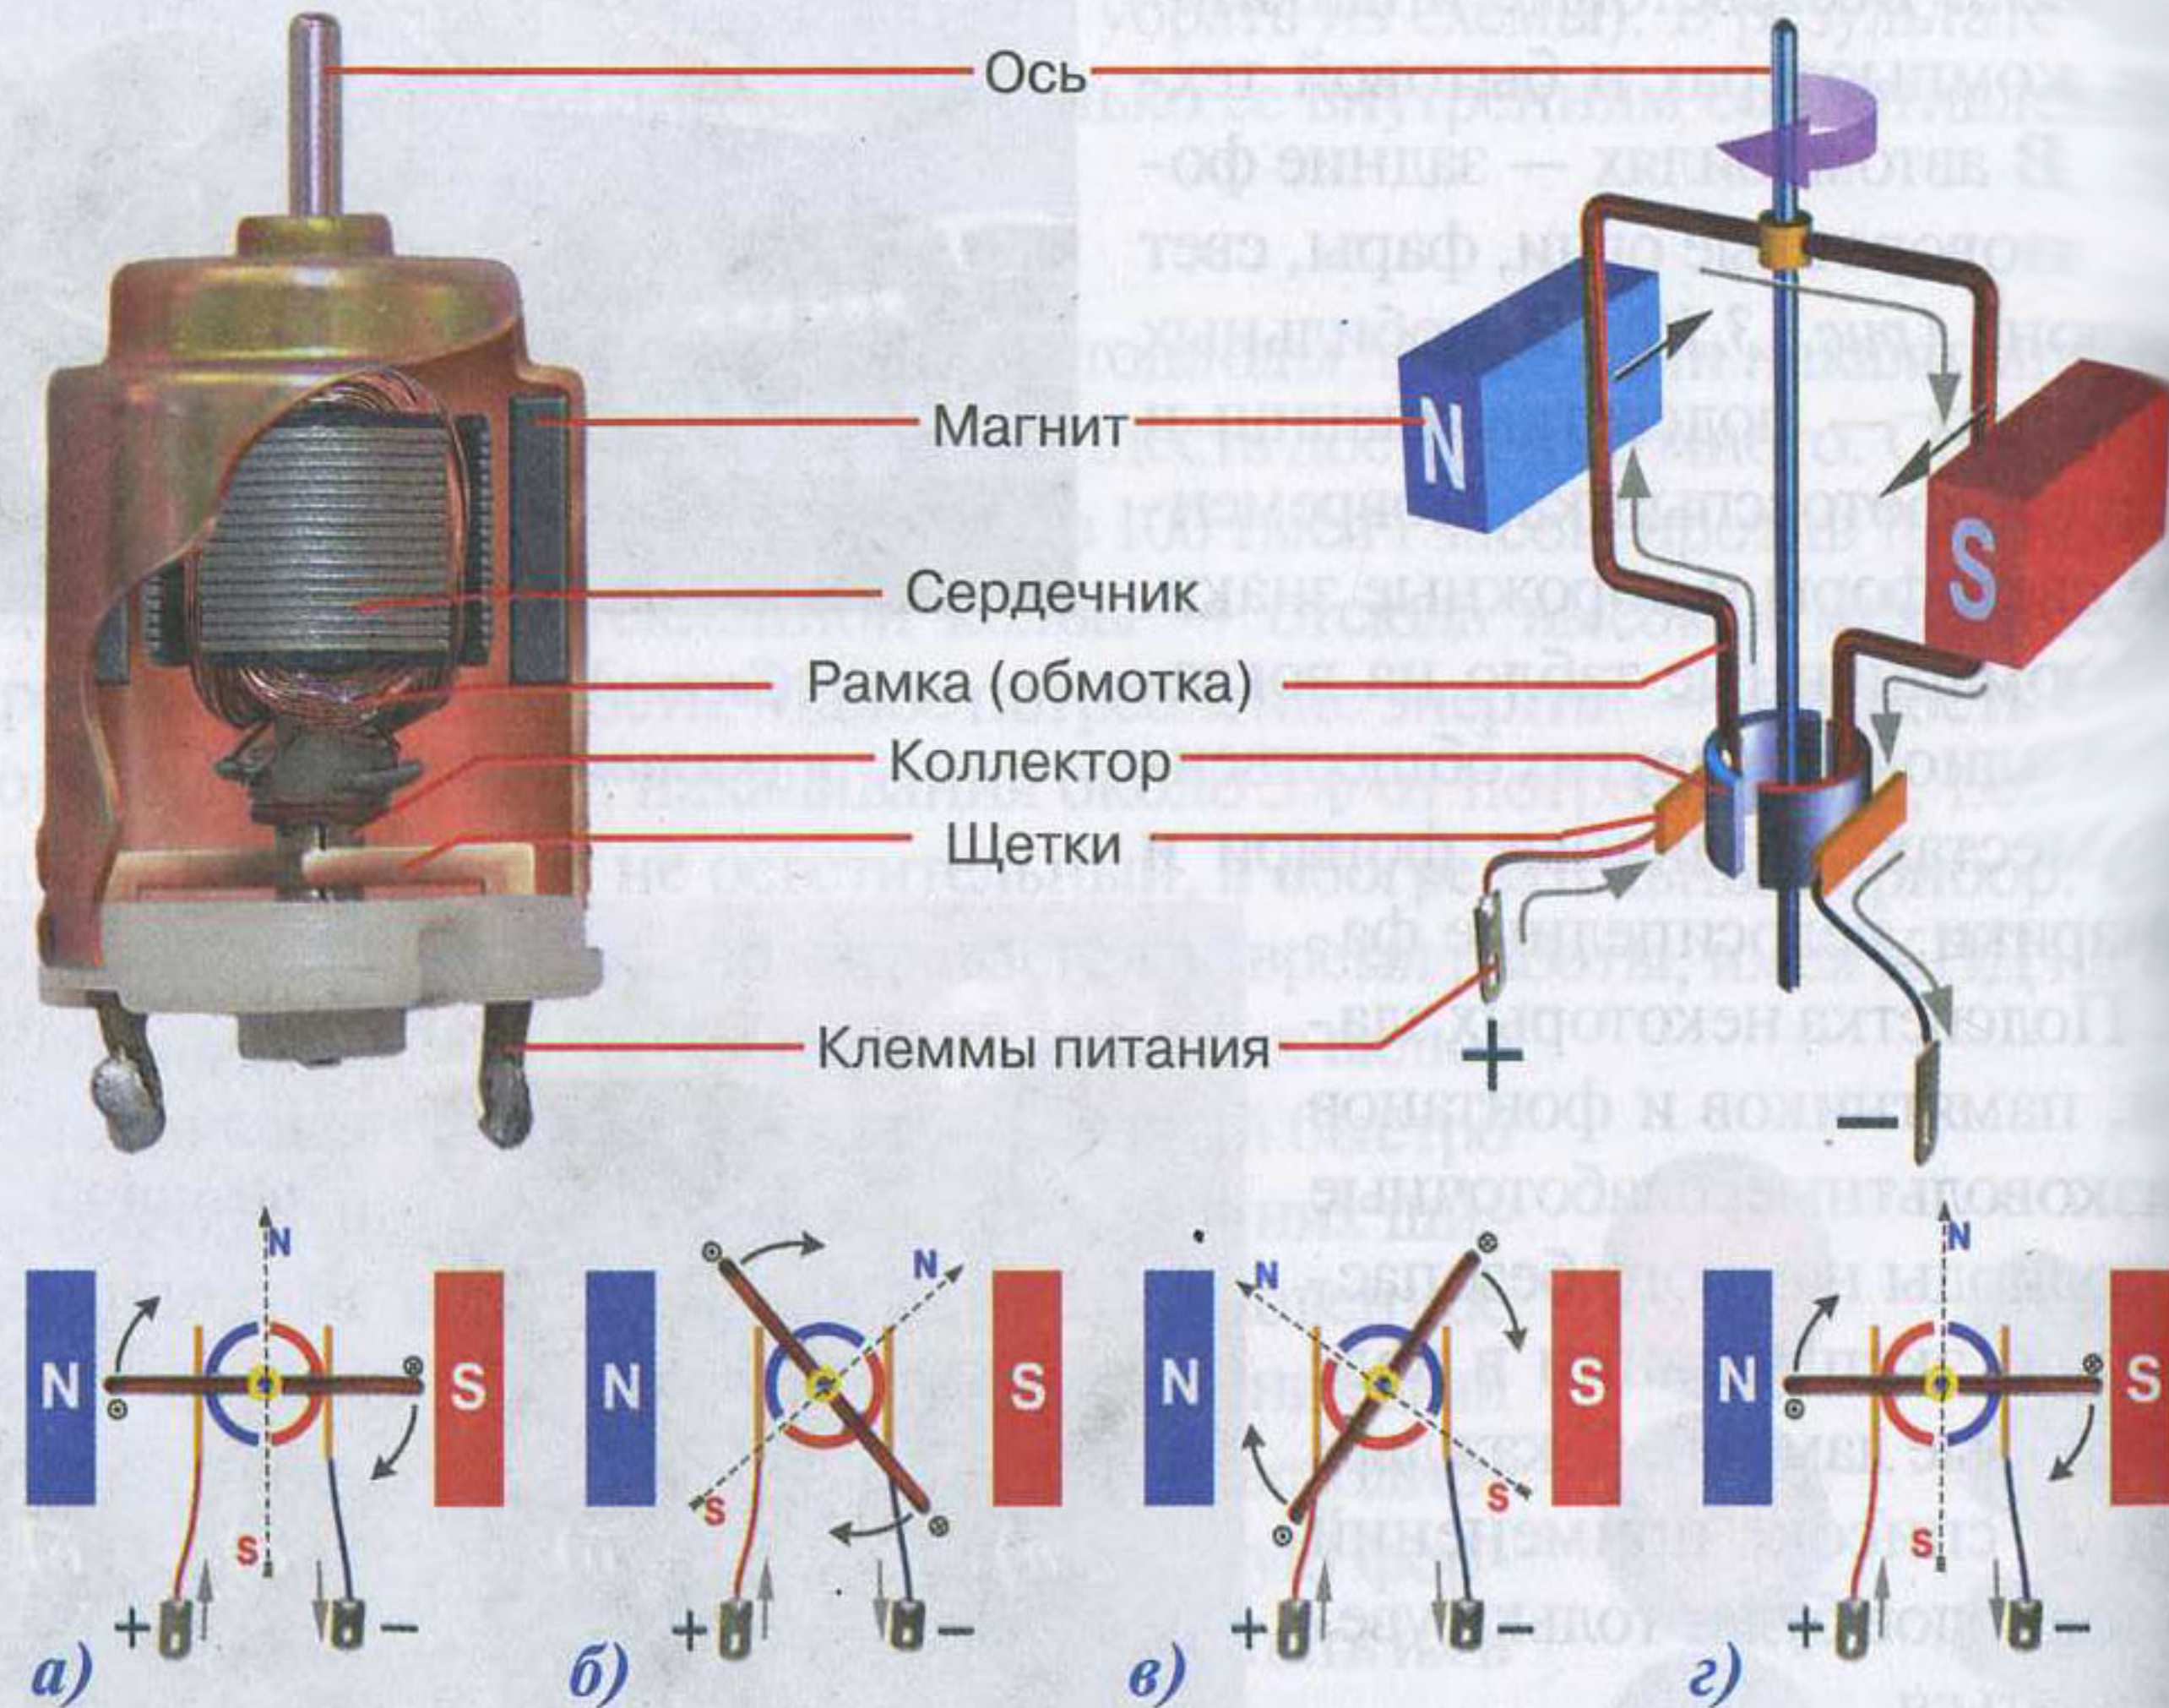

Рис. 4.2. Устройство и принцип действия электродвигателя
При протекании по рамке электрического тока она превращается в электромагнит — вокруг нее образуется направленное магнитное поле — с северным (N) и южным (S) полюсами, как и у постоянного магнита (рис. 4.2а). Одноименные полюса начинают отталкиваться, а разноименные притягиваться, и рамка начинает поворачиваться (рис. 4.2б). Если бы не было коллектора, то рамка повернулась бы на 90° и, немного поколебавшись, остановилась (N рамки прочно установился бы напротив S постоянного
магнита). Но по инерции она проскакивает эту точку, и этого достаточно, чтобы коллектор поменял направление тока в рамке. При этом меняются и полюса электромагнита, т.е. рамки (рис. 4.2в). И снова — одноименные полюса начинают отталкиваться, а разноименные притягиваться, и так раз за разом, пока присутствует напряжение питания, двигатель вращается.
Как видно, устройство электрогенератора очень похоже на электродвигатель, изображенный на *рис. 4.2.*, что позволяет в ряде случаев использовать электродвигатель в качестве генератора.